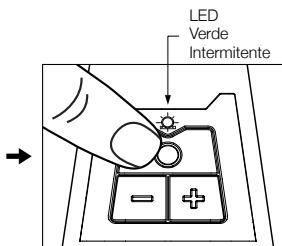

Figura 2
- Presionar el botón "on/off" de la placa de control de mandos para encender la herramienta. El indicador mostrará un verde intermitente – ver figura 2.